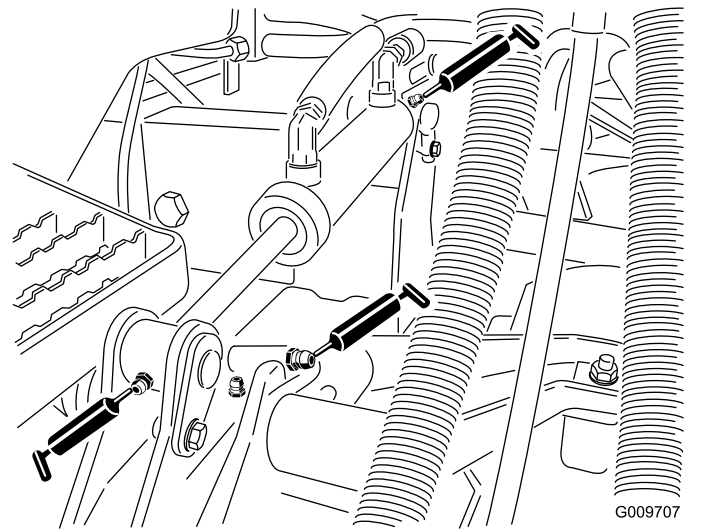

Figure 43
- Bagues de bras de levage (1 par unité de coupe), comme montré à la Figure 43
- Bagues de vérin de levage (2 par unité de coupe), comme montré à la Figure 43